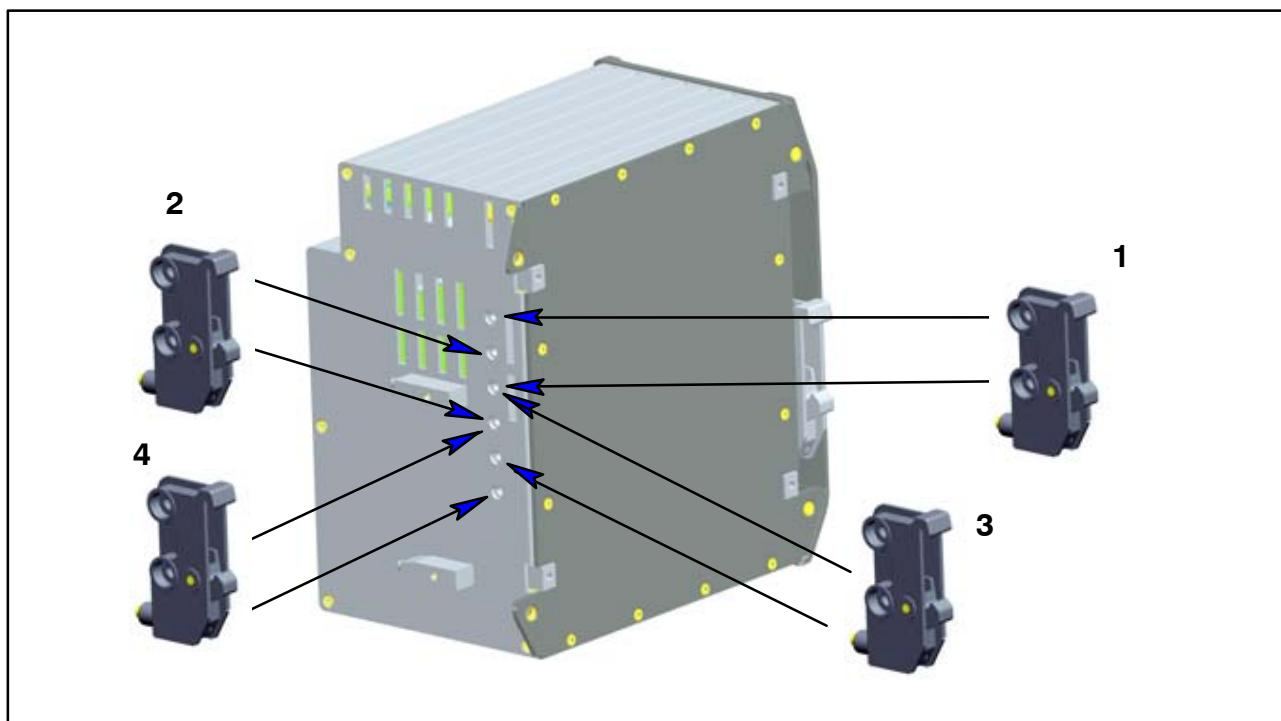

Fig. 6.2 : Les quatre positions possibles de la fixation du profilé support
- Desserrer quatre vis au dos (vis cruciformes affleurantes M3x8) (1).
- Déplacer les parois latérales vers l'avant (2).
- Visser la fixation du profilé support (3) (à env. 5 Nm). Il y a quatre positions possibles au choix (deux positions pour le profilé support de 7,5 mm), voir Fig. 6.2.
- Revisser les parois latérales (2).
- Accrocher l'appareil PMX dans le rail DIN (4).